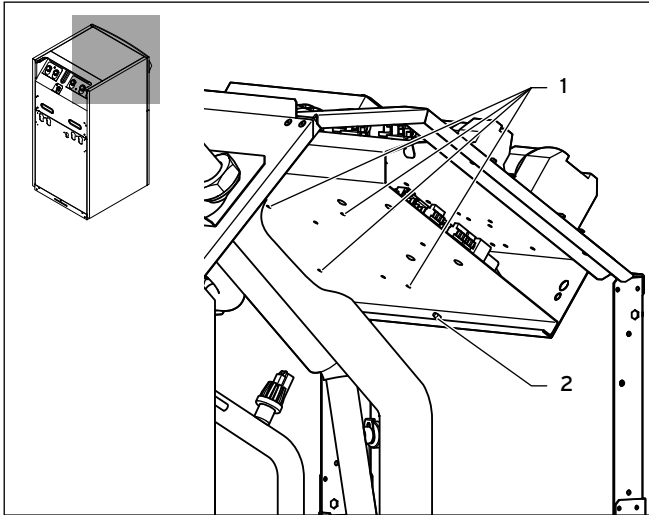

Fig. 4.4 Montering av festemellomstykkene geoTHERM VWS/VWW/VWL-S ..1 og VWS ..4
- Koble pluggen på faseovervåkingskabelen for kompressoren (9) til dobbeltpluggen på faseovervåkingskabelen for ASB (8).
- Fest ledningsholderen (10) et passende sted nederst i bryterboksen for å sikre faseovervåkingskabelen.
- Fell opp det nedre koblingsskapsnivået igjen, og skru inn skruen (→ fig. 4.4, nr. 2).
- Koble den hvite inngangsledningen (7) til de tre koblingsklemmene til høyre (11).
- Koble den svarte utgangsledningen (6) til de tre koblingsklemmene til venstre (12).
- Sett trippelpluggen på faseovervåkingskabelen ASB (2) inn i kontakten for fasefølgeovervåkingen av kompressoren.